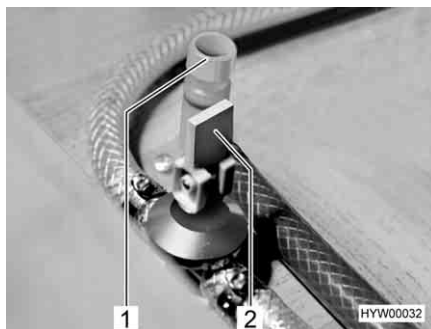

Fig. 105 Rubinetti di scarico
- Chiudere i rubinetti di scarico. Ruotare i coperchi (Fig. 105,1) in senso orario e posizionare la leva a bilanciere (Fig. 105,2) in posizione orizzontale.
- Aprire il rubinetto di scarico (Fig. 105). A questo scopo posizionare verticalmente la leva a bilanciere (Fig. 105,2).